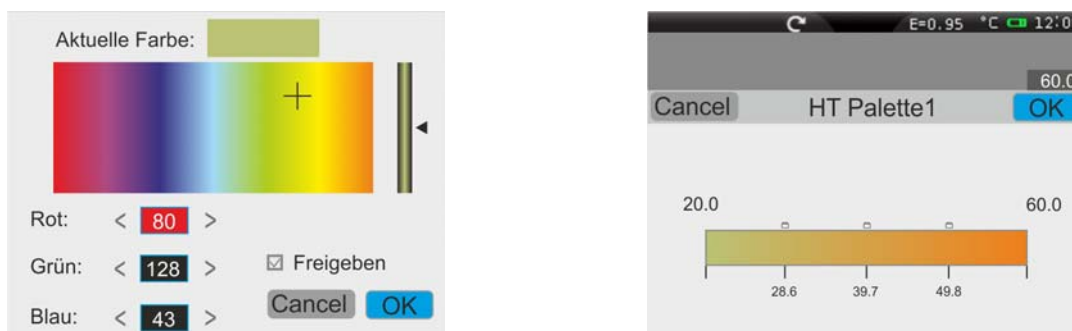

Abb. 53: Personalisierung der Farben der Anwender-Palette – Schritt 3
12. Ziehen Sie die 4 Unterteilungs-Kennungen des Temperatur-Bereiches der Leiste entlang bis Sie die gewünschten mittleren Temperaturwerte erreicht haben (siehe Abb. 53 – rechte Seite).
- Die Werte der Farben, die dem **RGB Modell** assoziiert sind (Rot, Grün, Blau) im Bereich **0 ÷ 255**. Sie können numerische Werte eingeben, oder die Cursors “+” und “◀” am Farbenspektrum berühren und die sich ergebende Wirkung auf der Leiste betrachten, die sich auf der Oberseite des Displays befindet (siehe Abb. 53)
- Aktivierung der Kennung mit Zeichen “✓” im Feld “**Freigeben**”. Das Symbol “☐” wird auf der Leiste der Palette angezeigt (siehe Abb. 53 – rechte Seite).